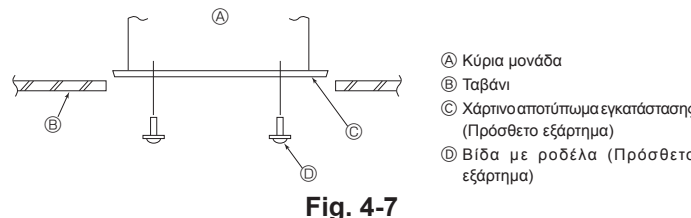

Fig. 4-7
4.6. Επιβεβαίωση της Σωστής Θέσης Ανάρτησης της Κύριας Μονάδας και Σφίξιμο των Μπουλονιών Ανάρτησης (Fig. 4-7)